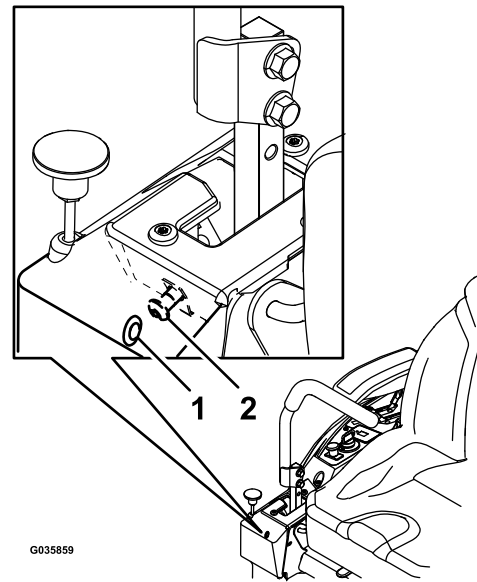

Figura 70
6. Si la máquina se desvía hacia la derecha, inserte una llave hexagonal de 3/16" a través del taladro de acceso en el panel de la cubierta delantera derecha, y gire el tornillo de dirección en el sentido de las agujas del reloj o en sentido contrario a las agujas del reloj para ajustar el desplazamiento de la palanca (**Figura 70**).
7. Si la máquina se desvía hacia la izquierda, inserte una llave hexagonal de 3/16" a través del taladro de acceso en el panel de la cubierta delantera derecha, y gire el tornillo de dirección en el sentido de las agujas del reloj o en sentido contrario a las agujas del reloj para ajustar el desplazamiento de la palanca (**Figura 70**).